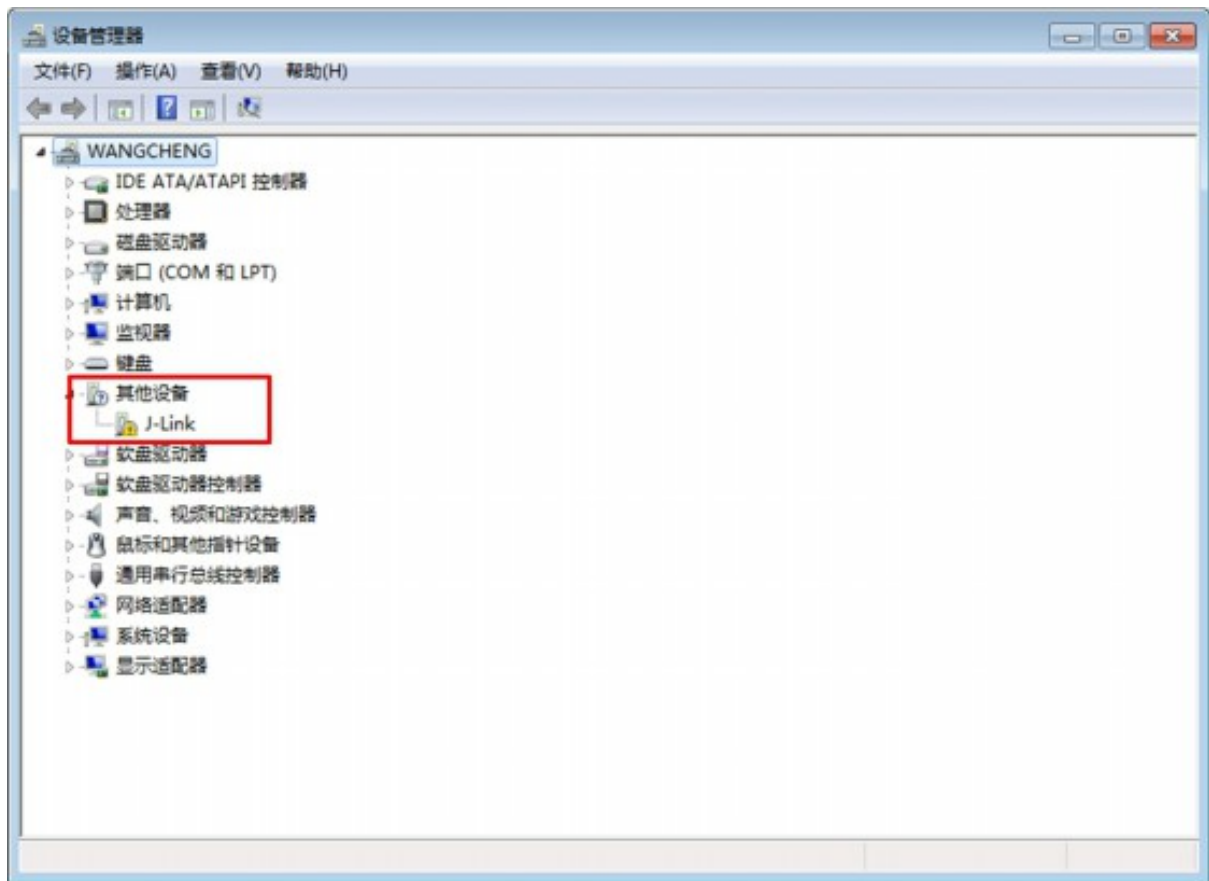

图 51: J-Link 驱动安装
(1) 通过 USB 数据线将 J-Link 和电脑连接起来，打开设备管理器（鼠标选中计算机-> 右键-> 管理-> 设备管理器），打开后如 图 51 所示。可以看到【其它设备】中，有一个带黄色感叹号的 J-Link。